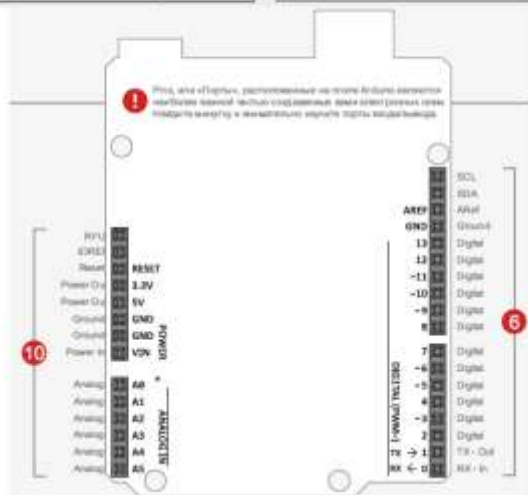

Рисунок 1 – Внешний вид платы Ардуино
Arduino UNO - плата разработчиков, одна из нескольких (Mega, Nano и пр.), основана на микроконтроллере ATmega328 (рис. 1). Он популярен, главным образом, из-за обширной сети поддержки и универсальности.
1. Длинную ножку светодиода (анод) подключаем к цифровому выводу D10 Arduino, другую (катод) – через резистор 220 Ом к выводу GND (см. рис. 1).
2. Один вход кнопки подключаем к +5 В, другой – через резистор 10 кОм к GND, выход кнопки подключаем к входу D2 Arduino (см. рис. 1).